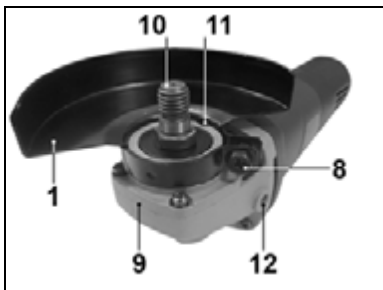

Рис.3.
7.1 Установка защитного кожуха (Рис. 3).